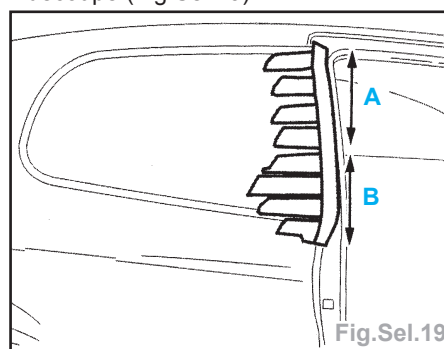

Fig.Sel.19
- Mettre du ruban adhésif afin d'écarter le joint collé sur la vitre de custode et de protéger la carrosserie lors de la découpe (Fig.Sel.19).